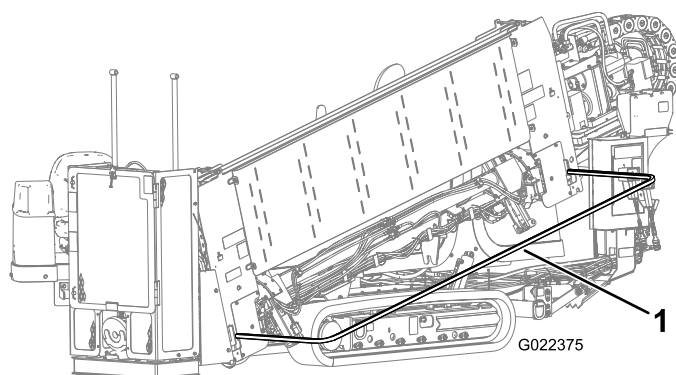

Figure 78
4. Abaissez la barre de sécurité pour piétons et fixez-la en place (Figure 78).